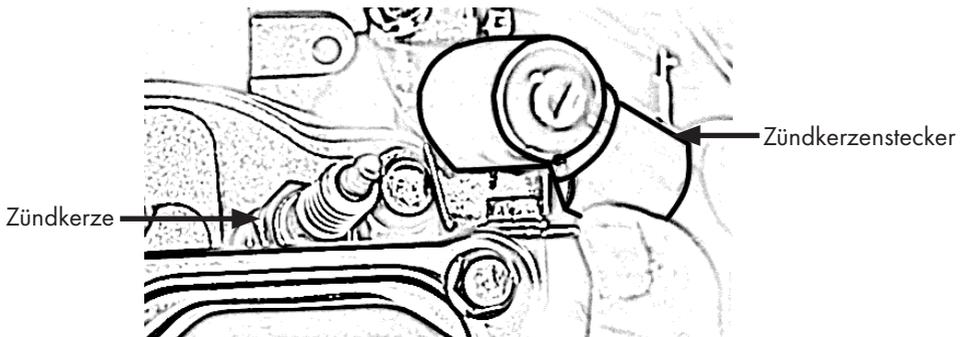

Abbildung 31
- Entfernen Sie das Zündkerzenstecker, Abb. 31.